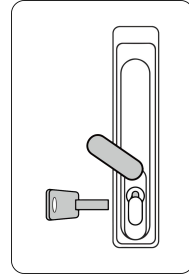

Abbildung 3
3. Stecken Sie den Türschlüssel ein und drehen Sie ihn im Uhrzeigersinn, um den Griff auszufahren. Siehe Abbildung 3.